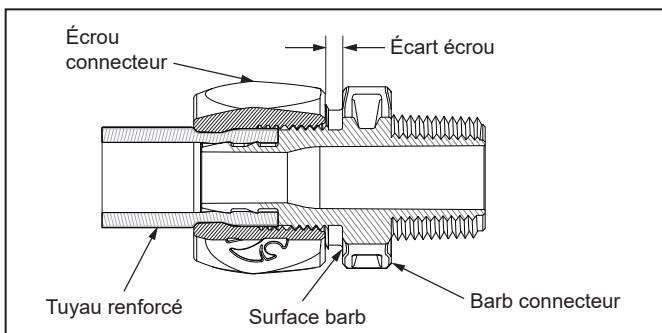

Figure 6. Serrer l'écrou du connecteur pour fixer le tuyau
- Faire glisser/tourner l'écrou du connecteur vers la cannelure pour engager les filetages correctement, ne pas croiser l'écrou du connecteur de filetage. Serrer l'écrou du connecteur jusqu'à ce que les filetages ne soient plus visibles (écart d'environ 1/8 po ou juste moins que la largeur de deux centimes), ou jusqu'à ce qu'il touche la face cannelée. Se reporter à la Figure 6.
1. Vérifier que l'installation est adéquate. Se référer à la figure 6.